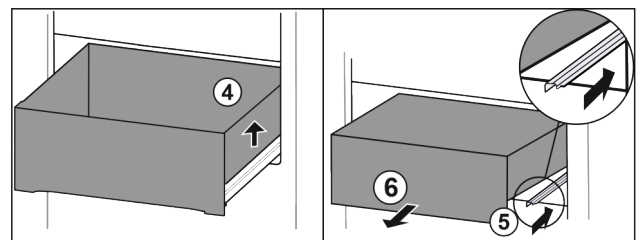

Fig. 97
- ▶ Soulever le tiroir sur la droite. Fig. 97 (4)
- ▶ Rentrer le rail de droite. Fig. 97 (5)
- ▶ Retirer le tiroir par l'avant. Fig. 97 (6)